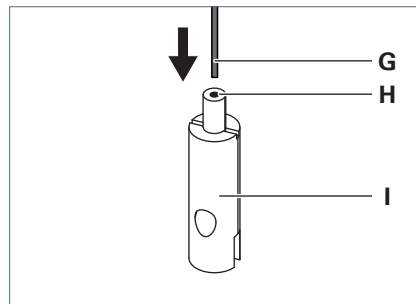

Fig. 4: Drahtseilhalter montieren.
- Führen Sie das Drahtseil **G** durch die Führungsbuchse **H** des Drahtseilhalters **I**, siehe Fig. 4.